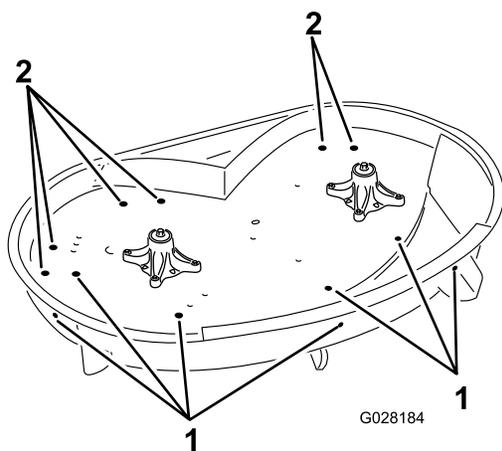

Figura 4
- Individuate i fori mostrati in Figura 4 e procedete come segue: